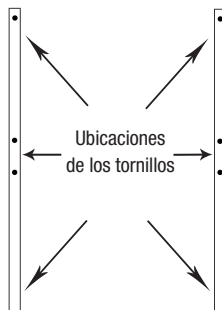

Figura 1
**PASO 2:** Luego, ubique los montantes de los Rieles de 60,96 cm con los Tornillos de 5,08 cm, como se muestra en la **Figura 1**. Utilice un nivelador para asegurarse de que los rieles estén derechos.